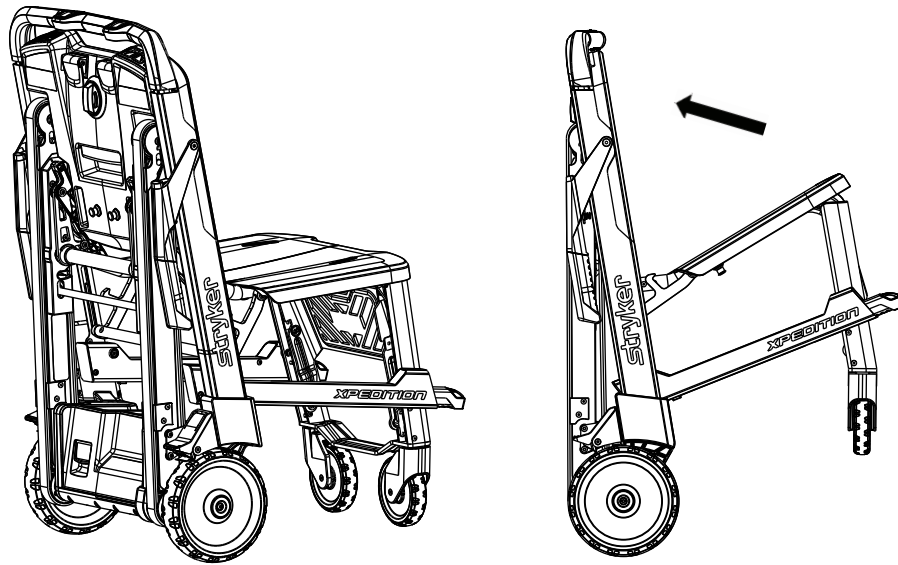

Figura 9 – Dobrar a cadeira
3. Dobre a cadeira no sentido do apoio para as costas (Figura 9).